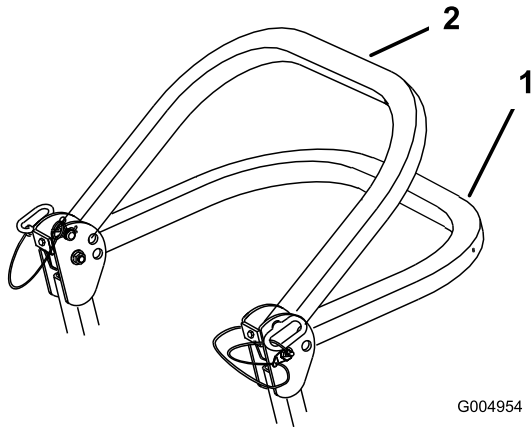

Figura 8
2. Abbassate il roll bar. Il roll bar può essere abbassato in due posizioni. Vedere Figura 8 .